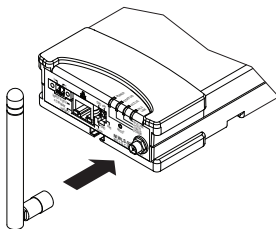

図 3. NI WLS-9163 キャリアアンテナアセンブリ
5. **(NI WLS-9163 キャリアのみ)** 図 3 に示されているように、付属のアンテナを取り付けます。